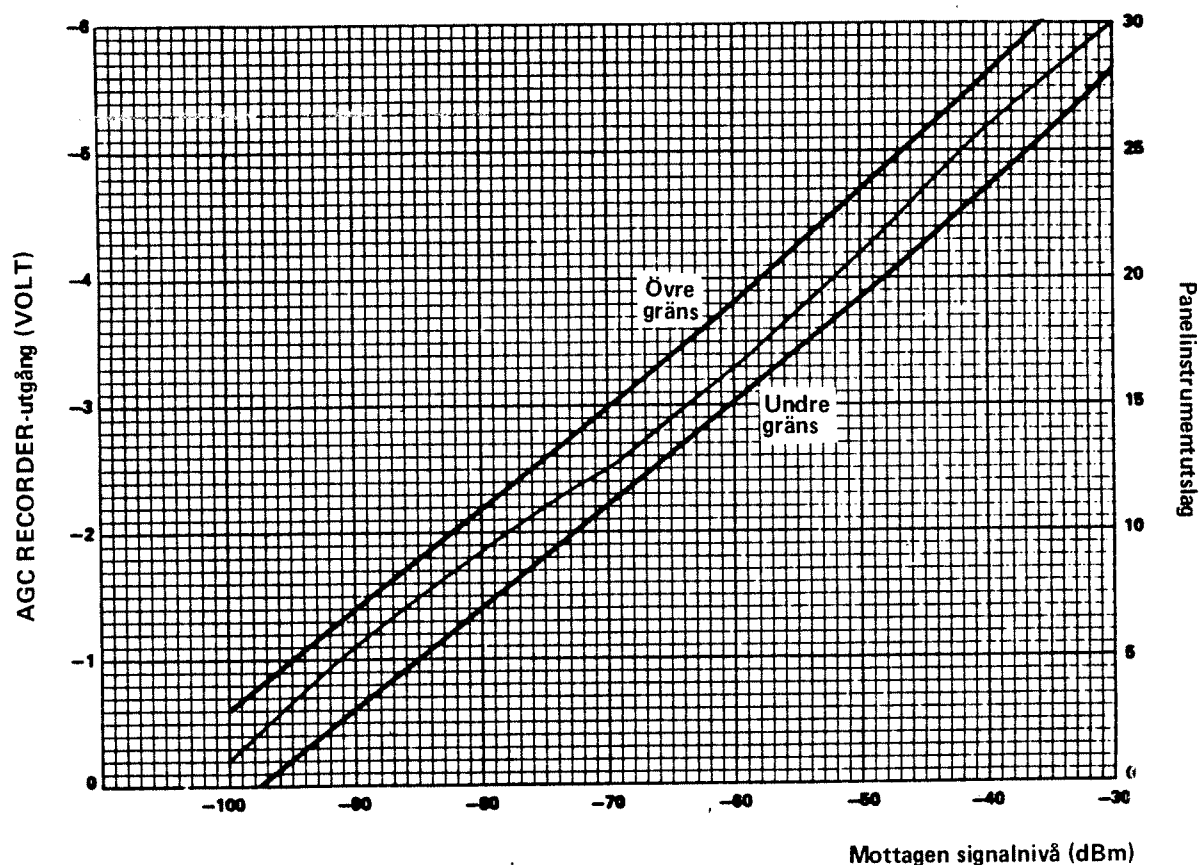

Bild 7. Typiskt AGC kalibreringsdiagram
- 4.3.5.5 Anslut en enkanalsskrivare höghögmigt till utgången AGC-RECORD i uttaget J4, stift 24. Kalibrera med hjälp av bild 7 eller med diagram uppmätt enligt avsnitt 3.3.7.